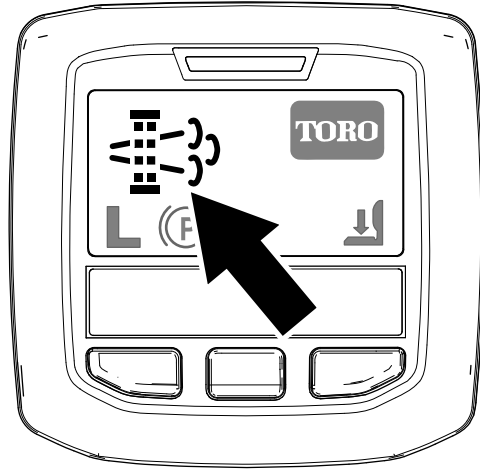

Figure 29
- L'icône préconisant une régénération stationnaire s'affiche sur l'InfoCenter (Figure 29).